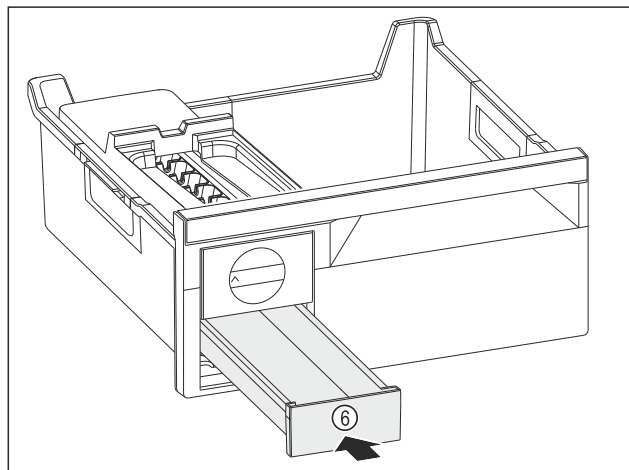

Fig. 177
► Iebīdīet ledus gabaliņu atvilktni Fig. 177 (6).